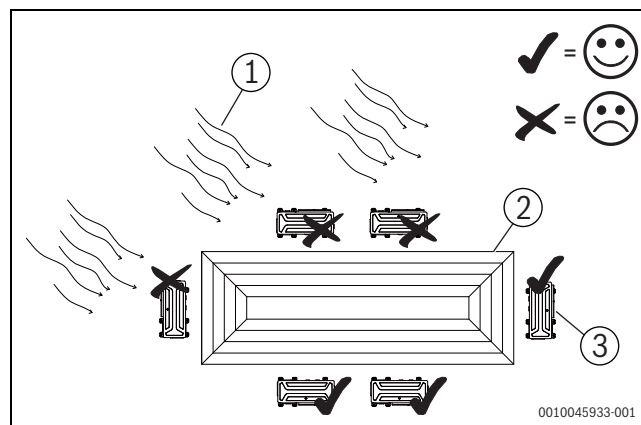

Bild 4
- ▶ Bei Aufstellung der Außeneinheit an einem Ort mit regelmäßig hohen Windgeschwindigkeiten, z. B. an der Küste oder auf hohen Gebäudedächern durch Windschutz oder -schacht einen normalen Lüfterbetrieb sicherstellen (Abb. 4)